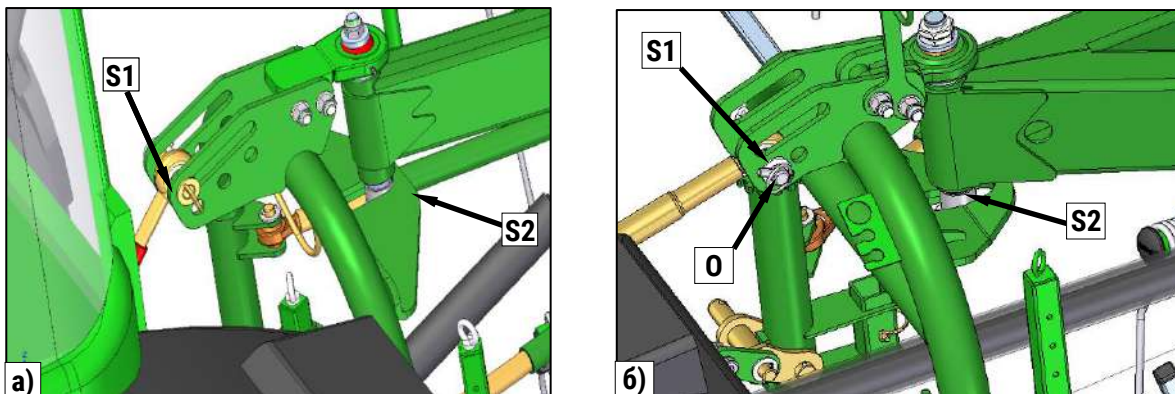

Рис. 24. Рекомендуется установка ворошилки - а) в нормальных условиях работы б) работа на плоском рельефе
- во время работы шкворень зацепа **S1** с верхней тягой, должен опереться на край отверстия, а вертикальный шкворень **S2** должен опереться на край другого отверстия (**Рис. 24а**),
- допускается установка машины как указано на **Рис. 24б** во время работы на плоском рельефе шкворень зацепа **S1** с верхней тягой должен находиться в отверстии **O**, а шкворень зацепа **S2** должен находиться посередине отверстия. Такая установка влияет на уменьшение предела копирования,